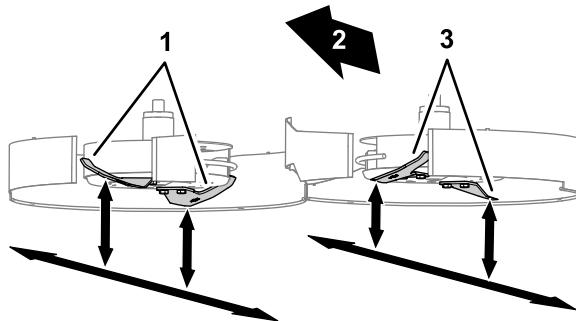

Figura 125
3. Alinhe um conjunto da lâmina lateral na posição mais dianteira (Figura 125).